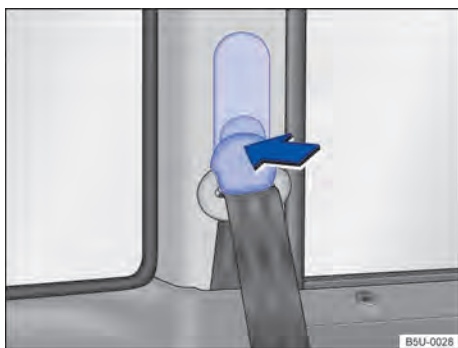

Fig. 51 Ao lado dos bancos dianteiros: regulagem de altura do cinto de segurança. ▶
- Pressionar o dispositivo regulador no sentido da seta e mantê-lo pressionado → Fig. 51.